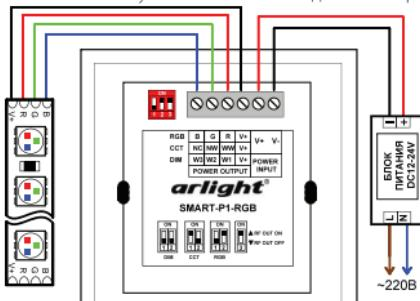
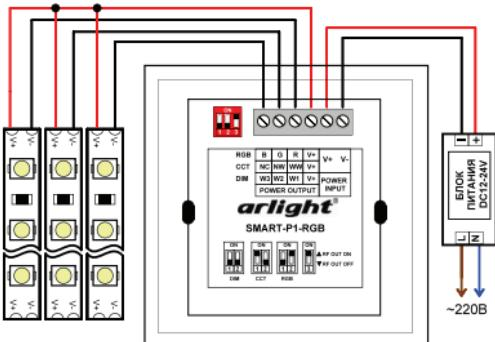

Рис.1. Подключение светодиодной ленты RGB.
Рис.3. Подключение одноцветной светоизодной ленты.
3.2. Подключите оборудование по одной из схем, приведенных на Рис.1 – Рис.3, в зависимости от используемой ленты. Соблюдайте полярность и порядок подключения проводов к клеммам.